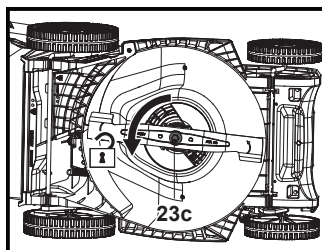

Fig. 18
1. Maintenir le dessous de la machine et la lame de coupe (23) propres et exempts de débris. Retirer l'herbe coupée de la goulotte d'éjection arrière (22).
3. Garder la lame de coupe (23) aiguisée pour assurer de bonnes performances de coupe. Si la lame de coupe est usée ou endommagée, la remplacer par une neuve de même type ou demander à un spécialiste qualifié de l'affûter.
4. Desserrer le boulon de fixation (23c) dans le sens antihoraire à l'aide d'une clé à chocs électrique adaptée (taille de douille 13 mm) (Fig. 18), puis le retirer avec la rondelle plate (23b) et la lame de coupe (23).